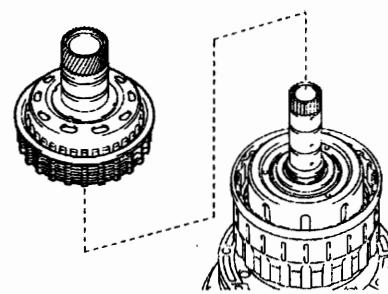

图 12-1-116
- ②如图 12-1-116 所示, 从离合器鼓总成上拆下倒挡离合器毂总成、倒挡离合器反冲套筒、离合器缓冲片、倒挡离合器盘法兰、5 个倒挡离合器盘和 4 个离合器片。